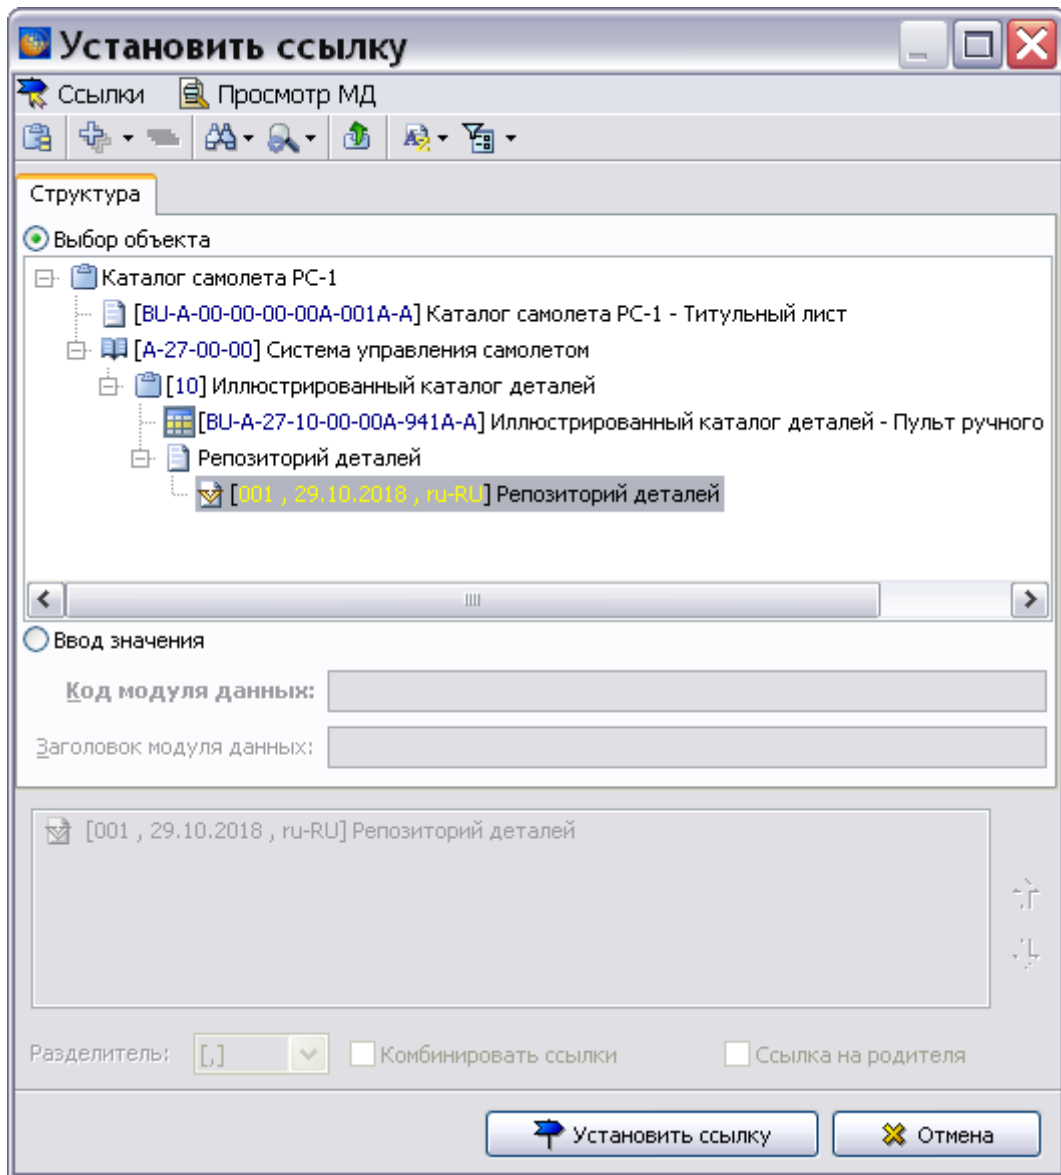
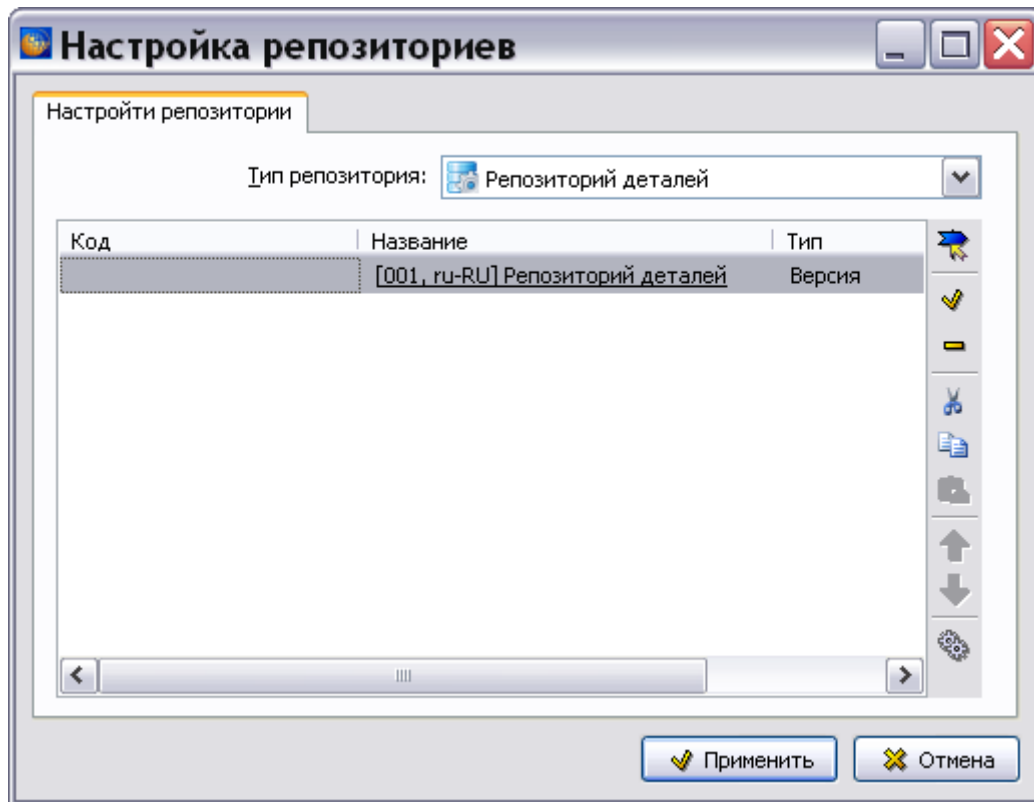

Рис. 6.26
Рис. 6.27
4) В окне **Установить ссылку** выберите версию модуля данных репозитория деталей и нажмите на кнопку **Установить ссылку** (Рис. 6.26). После этого произойдет возврат в окно **Настройка репозитория** (Рис. 6.27).